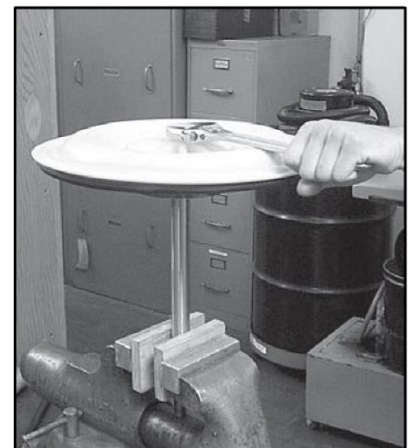

图9b
- 2) 外压板、隔膜和内压板与轴分离，轴仍连接在对侧的隔膜组件上（见图 9b）。请重复拆解步骤拆下另一侧的液室。检查隔膜组件和轴是否出现磨损、裂纹或其他损伤。如有损坏，请使用威尔顿原装零部件更换。